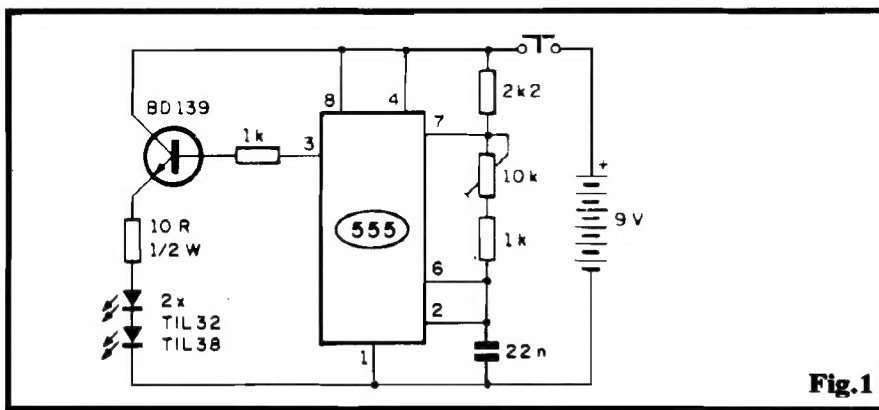

Fig.1
O projeto da LUZ DE FREIO SUPER-MÁQUINA, anteriormente, não tinha sido mostrado em APE devido à sua comercialização inicial ter sido feita apenas na forma "montado" (não era fornecida em KIT...). Desse modo, seu "amigo" (mui...) lhe enganou: não montou KIT nenhum...! Comprou sua LUFMSA prontinha, montadinha, e apenas fez a instalação no veículo (diz pra ele que "o nariz cresce..."). Quanto à sua idéia de aumentar a quantidade de lâmpadas controladas pelo circuito original, nada contra...! Já que Você é (diz isso claramente na sua carta...) do tipo que "prefere fazer tudo, inteirinho, pelas próprias mãos...", basta "casar" a modificação proposta na fig. B com os dados do esquema original (fig. 1 - pág. 20 - APE 45). Com isso, terá o controle de 9 lâmpadas (o número 10 não daria um bom efeito sequencial convergente, já que ficaria um lapso no centro do string...). Certamente que Você deverá redesenhar boa parte do lay out original do Impresso, mas isso não será um animal heptacéfalo (bicho de sete cabeças...). Já que as lâmpadas ficarão (respondendo ao segundo item da sua consulta, elas
"Seja bem-vindo à turma João Carlos... Antes tarde do que nunca... Aqui em APE não tem esse negócio de "prazo" para se fazer as consultas (a única coisa é a inevitável paciência para aguardar a resposta, já que o espaço no CORREIO TÉCNICO é pequeno para a quantidade de cartas que chega todo mês...). Não importa se "pintar" uma dúvida, consulta ou pedido de adaptação sobre um circuito originalmente publicado em APE nº 1 (4 anos atrás...)! Na medida das possibilidades será também respondida, até com mais entusiasmo, já que comprova o fato do Leitor consultar e colecionar APE desde suas "origens"... Quanto ao seu probleminha, João Carlos, a figura D traz uma solução simples e funcional, com pequenas alterações propostas sobre o esquema original (fig. 1 - pág. 8 - APE 28). Basicamente o único trim-pot de 220K deve ser substituído por 4 outros (cada um no mesmo valor de 220K), podendo ser momentaneamente escolhido qual deles será incorporado ao circuito,
- FIG. 1 - DIAGRAMA DO CIRCUITO - TRANSMISSOR